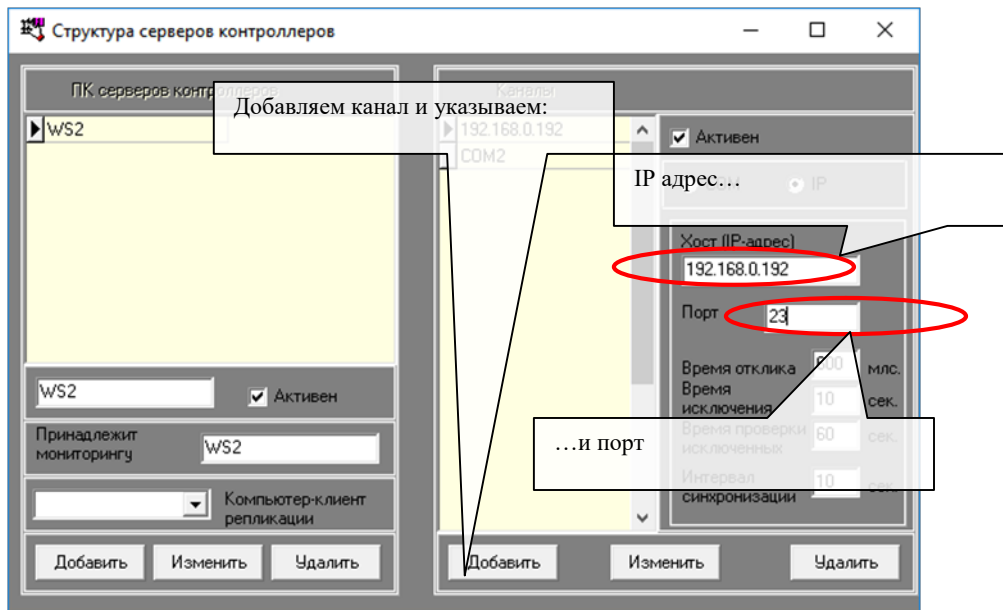

Рисунок 7
Заданный таким образом IP адрес устройства и номер порта (23) следует указать как адрес и порт соответствующего IP канала в программе *Конфигуратор* (см. Рисунок 7).